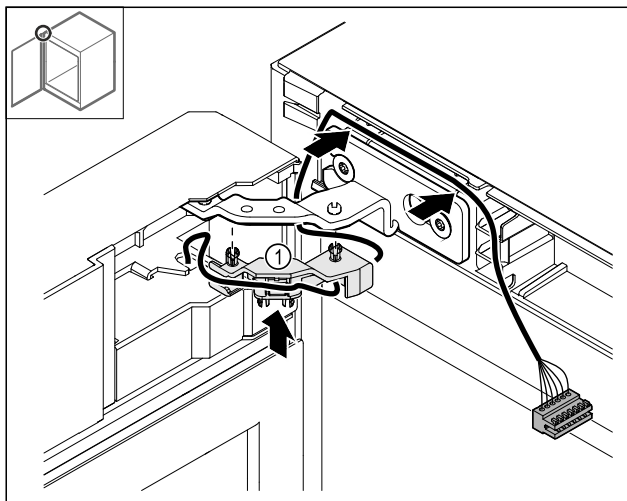

Fig. 48
- Potisnite držalo kabla Fig. 48 (1) v tečaj.